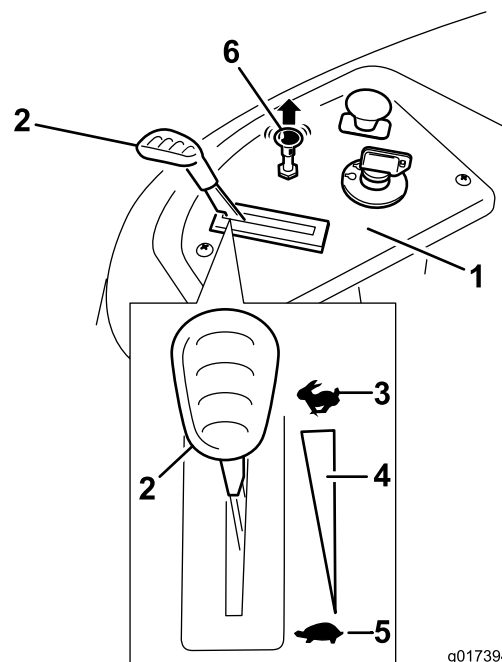

Figure 13
3. Tirez la commande de starter pour démarrer un moteur à froid (Figure 13).
2. Placez la manette d'accélérateur à la position haut régime (Figure 13).